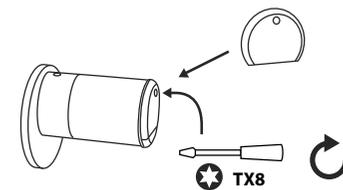

Fig. 4
- ④ Remplacez le couvercle avant et vissez-le fermement (Fig. 4).